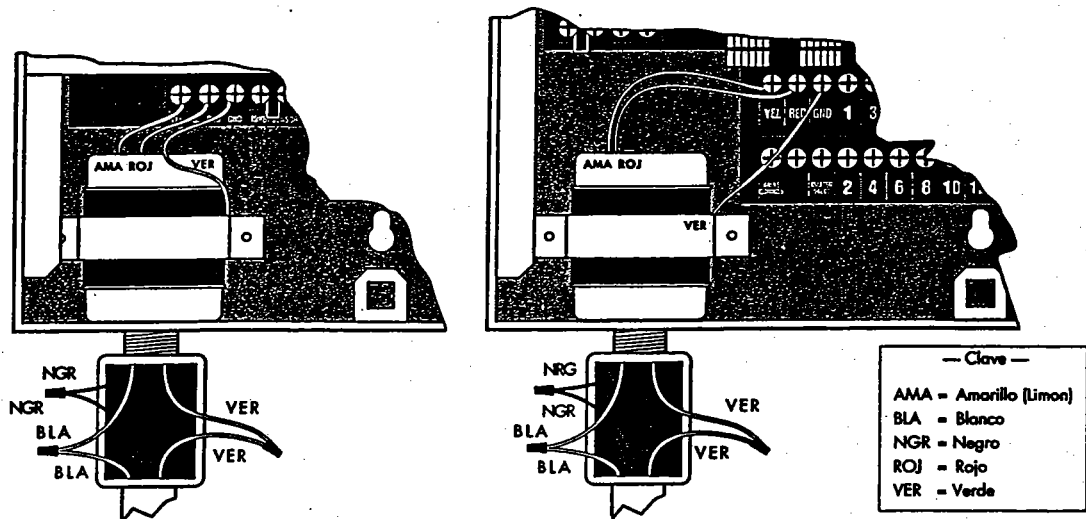

Figura 1. Acoplamiento Eléctrico
2. Siguiendo el diagrama de cableado en la figura 1, inserte el pedazo de cable pelado recto entre los platos del "sure grip" ("agarre seguro") de la terminal. Conecte un alambre de solenoide a la estación de la terminal y el otro a "common" (común). Apriete el tornillo firmemente.